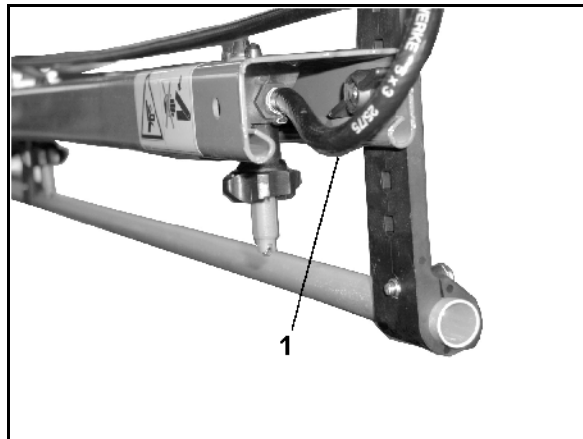

Bild 85
- ger ett kontinuerligt omlopp för sprutvätskan i sprutledningarna. Därför sitter det i varje ände på resp. delbredd en spolslang (Bild 85/1).
- en spolanslutning (Bild 85/1) till resp. delbredd.